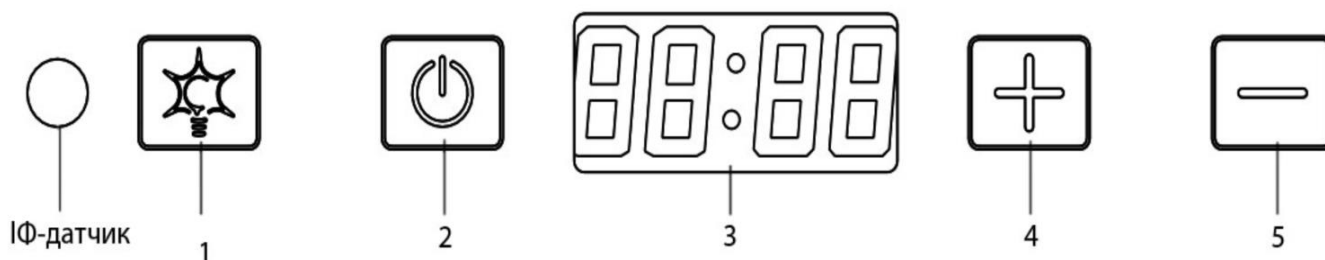

Рис.3
7.1.1 На декоративному стіклу Вашої витяжки знаходиться сенсорний перемикач режимів роботи двигуна і ламп (рис.3):